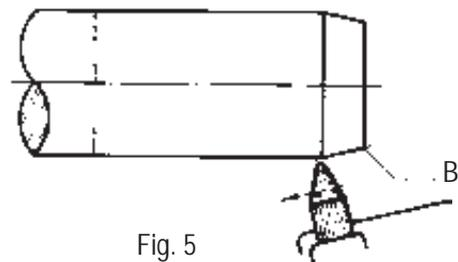

Fig. 5
**6to. Paso Inicie el torneado** por el extremo B del material (Fig. 5), con pasado suave, girando la manivela del carro porta-herramientas lentamente.